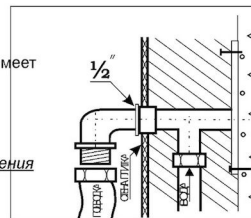

Рис.1.
- ✓ Устанавливается угольник с бортиками (если коллектор в техническом шкафу имеет собственные вентили) Рис.1